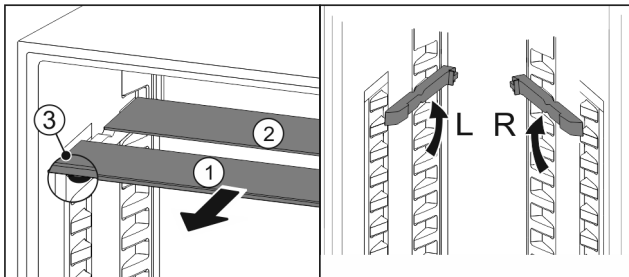

Fig. 30
- ▶ Retire las planchas de cristal individualmente hacia delante Fig. 30 (1).
- ▷ La placa de vidrio Fig. 30 (1) con moldura está situada delante.
- ▷ Los topes Fig. 30 (3) miran hacia abajo.